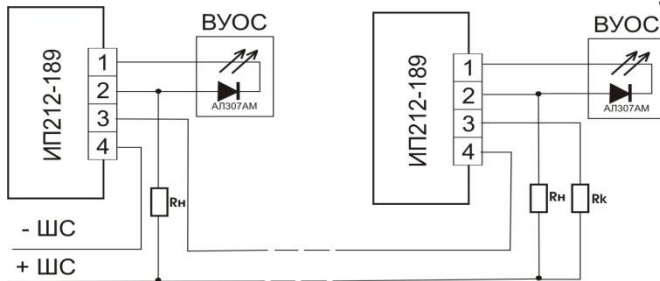

Рисунок 1
Внимание потребителя! Схема включения извещателей ИП212-189 в шлейф приведена на рис. 1
4.6 Контакты "1" и "2" клеммника можно использовать для подключения внешнего устройства оптической сигнализации (ВУОС), в соответствии с рис. 1.